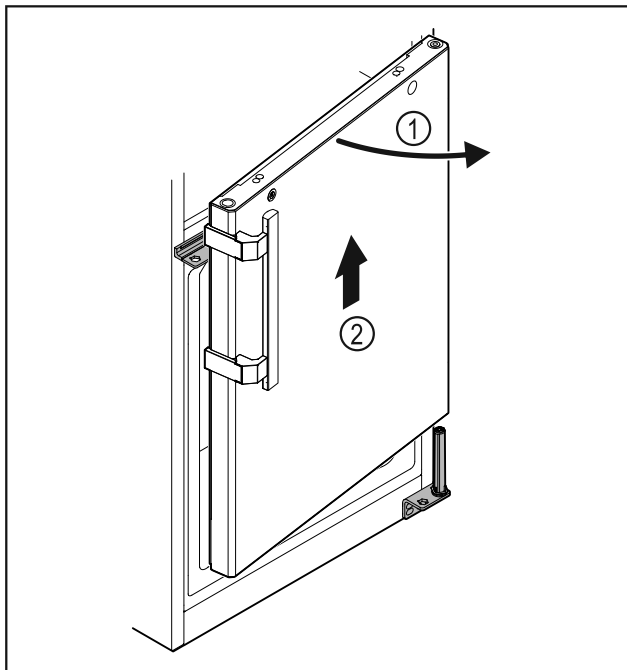

Fig. 28
- ▶ Ανοίξτε λίγο την πόρτα Fig. 28 (1), σηκώστε τη περίπου 200 mm ευθεία προς τα επάνω και αφαιρέστε τη Fig. 28 (2).